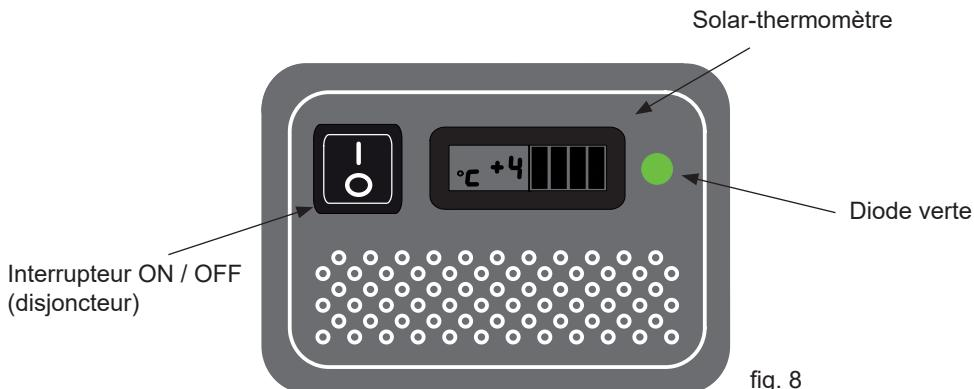

fig. 8
1. Coupez l'alimentation par le bouton MARCHE/ARRÊT (ON/OFF). Important! Coupez UNIQUEMENT l'alimentation du compartiment de congélation. (Voir fig. 8)